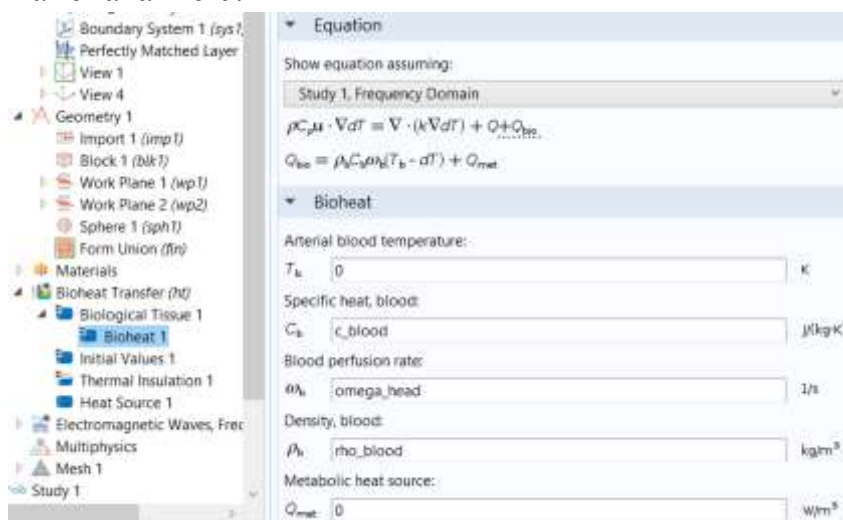

Рис. 11.21. Задание параметров решения уравнения теплопроводности
3. Из списка **Selection**, выберите **Head** (рис. 11.21).